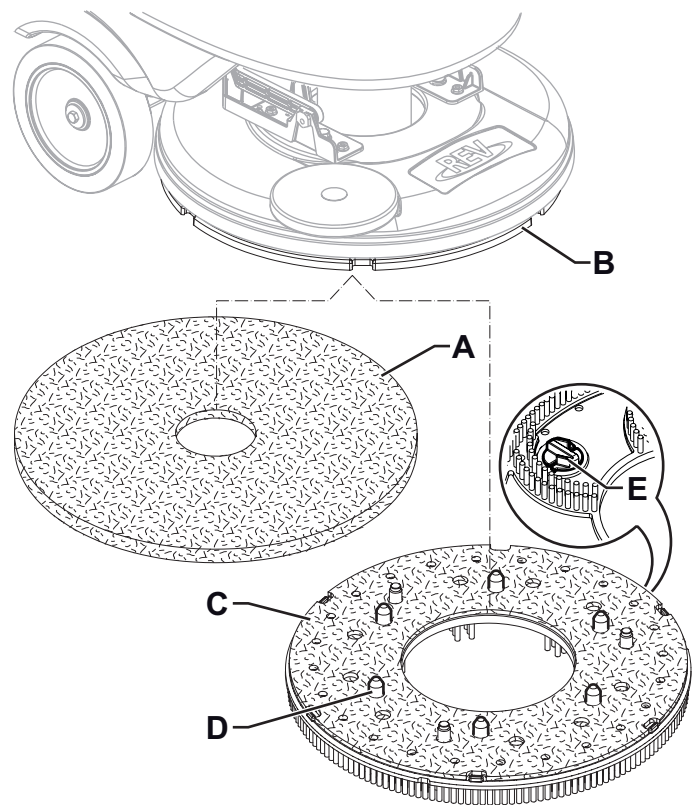

Figure 3
1. S'assurer que la tête REV (37) soit soulevée.
2. Arrêter la machine et extraire la clé opérateur (52).
3. En fonction du traitement à effectuer sur le sol, installer le disque (A, Fig. 3) ou la brosse (C, en option) en suivant les instructions ci-dessous :
- Placer le disque (A) sous la tête et l'appuyer jusqu'à la fixation avec le velcro du disque d'entraînement (B).
- Placer la brosse (C, optionnelle) sous la tête, puis faire correspondre les pions de centrage (D) aux trous respectifs du disque d'entraînement (B), ensuite accrocher la brosse avec les trois vis de fixation (E).